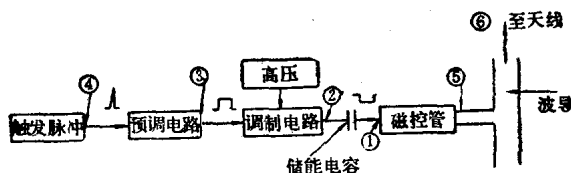

图2 检修无发射故障的测试点
2.对磁控管进行调制的方式虽各不相同,但最终输出一个调制脉冲使磁控管产生振荡却是共同的。因此检修“无发射”的故障对各种不同的调制电路其方法基本上是相同的。现以常用的“刚性调制”为例,列举六个检查点(图2)如下: